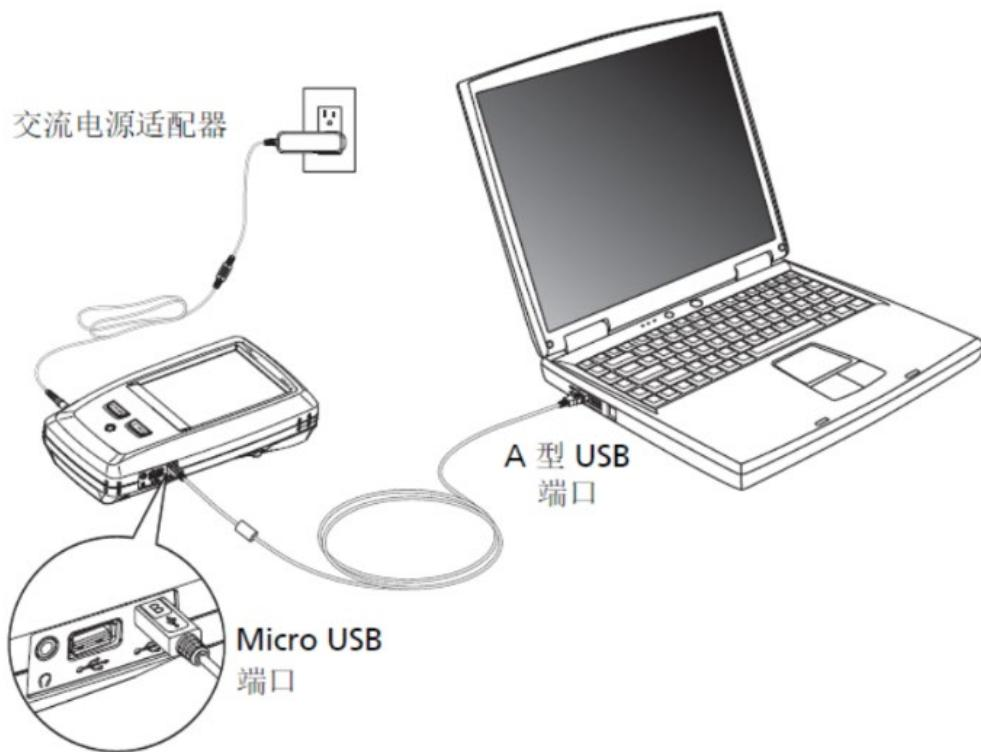

图 1.7.15 USB 数据线连接示意图
3. 使用随机附带的 **USB** 数据线将测试仪上的 **Micro USB** 端口连接到 PC 上的 **A 型 USB** 端口。请参如图 1.7.15。